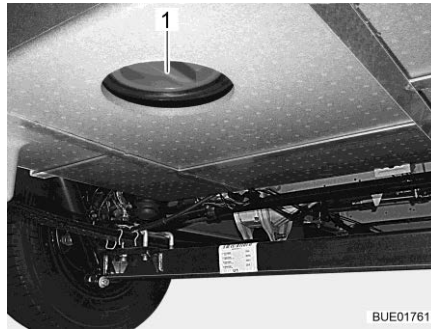

Fig. 282 Ouverture de nettoyage (réservoir d'eaux usées)
- Ouvrir l'ouverture de nettoyage (Fig. 282,1) du réservoir d'eaux usées et le robinet de vidange.